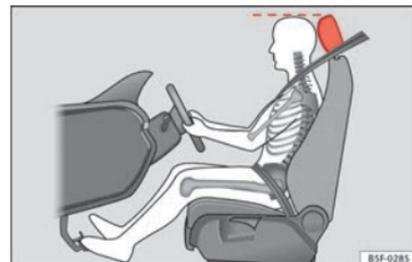

Fig. 72 Position correcte de l'appuie-tête du conducteur
- Réglez l'appui-tête de sorte que le bord supérieur de celui-ci soit à la même hauteur que la partie supérieure de votre tête » fig. 72.